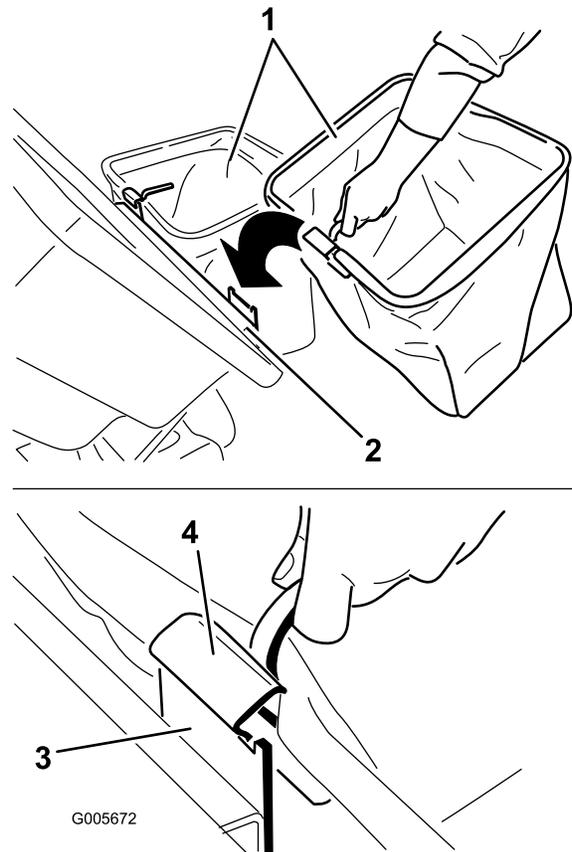

Figure 25
5. Pour installer les bacs, glissez les crochets de l'armature sur les pattes de retenue (Figure 25).